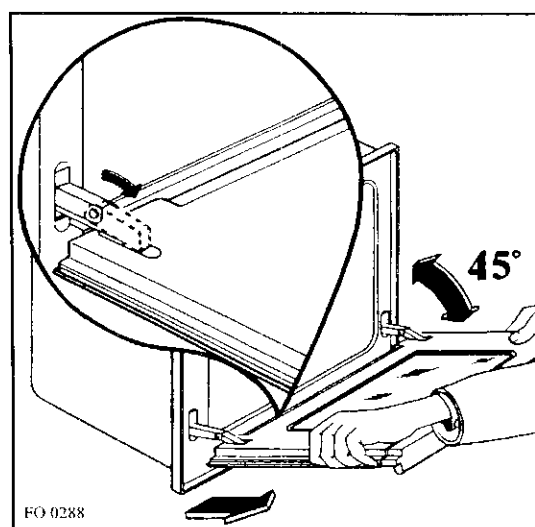

Рис. 4
- б) Найдите шарниры, соединяющие дверцу с духовкой (рис. 4).
- в) Расцепите и поверните рычажки, которые находятся на двух шарнирах (рис.4).
- д) Осторожно снимите дверцу (рис. 4).